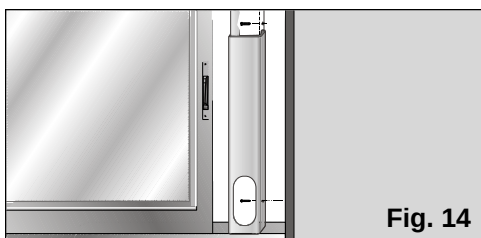

Fig. 14
- ❑ Para poder fijarlo a la ventana / balcón dispone de dos agujeros laterales. Por medio de dos tornillos (no incluidos con el accesorio) el usuario podrá sujetarlo al marco o a la pared sin peligro de que este se mueva o se caiga de su posición, **Fig. 14**.